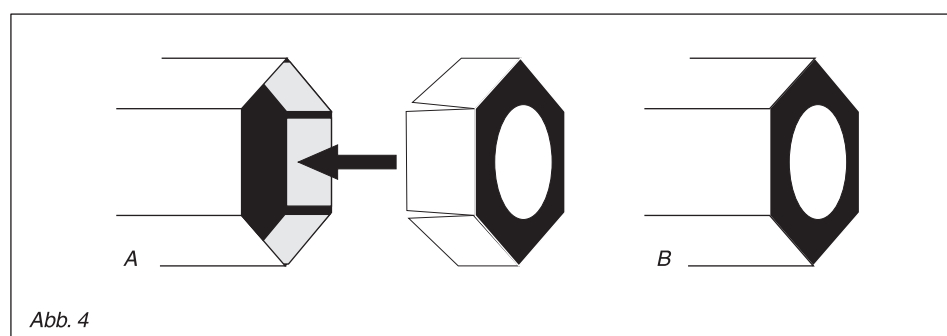

Abb. 4
**Schritt 5:** Kleben Sie das sechskantige Innenrohr des Okulartubus [B1] in gleicher Weise zusammen wie beim Objektivtubus. Schwärzen Sie die sechseckigen Rückseiten der beiden Innenverstärkungen 1 und 2 des Okulartubus [B2+B3], die vorher im Objektivtubus als provisorische Innenstützen gedient hatten, mit einem Filzstift. Kleben Sie dann in jedes Ende des Okulartubus je eine Innenverstärkung so, dass die Klebelaschen mit ihrer weißen Rückseite im Inneren des Tubus anliegen und das geschwärzte Sechseck mit dem Tubusrand genau abschließt (s. Abb. 4). Drücken Sie